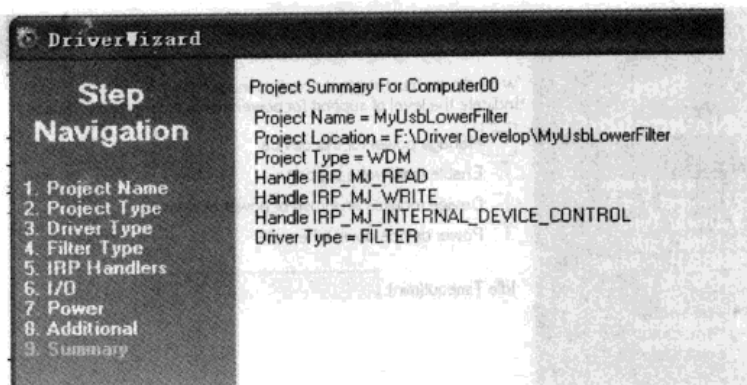

图 10.2.9 查看总结信息
(9)查看总结信息，在这里可以大致检查一下设置是否正确，如果发现错误，还可以后退修改。确认无误后，就可以单击 Finish 按钮完成向导了，如图 10.2.9 所示。